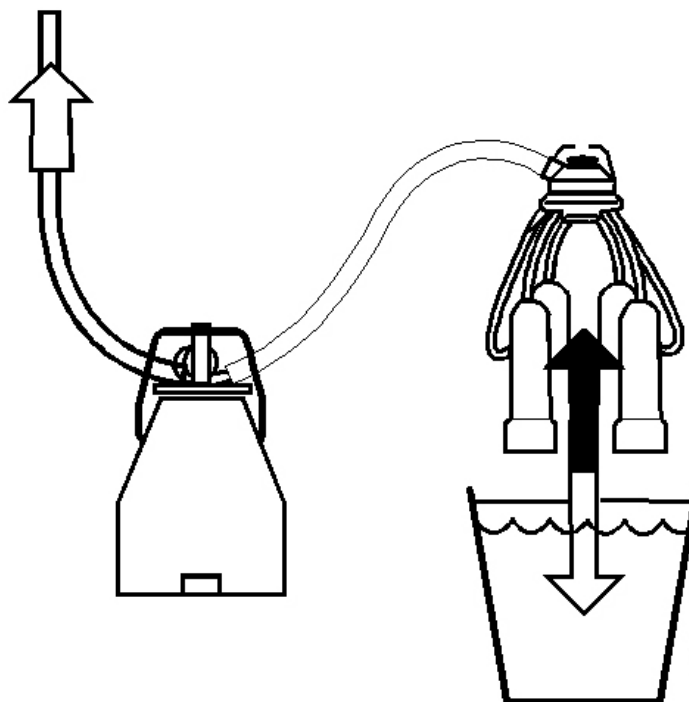

Рисунок 18 – Миття внутрішніх поверхонь підвісної частини
6.4.2.2 Залити в промивальне відро 4-6 л чистої води, температура якої 25-300С, опустити в нього доїльний апарат і пропустити воду крізь доїльний апарат в доїльне відро. Зняти кришку доїльного відра, сполоснути його і злити в каналізацію (рис. 18).